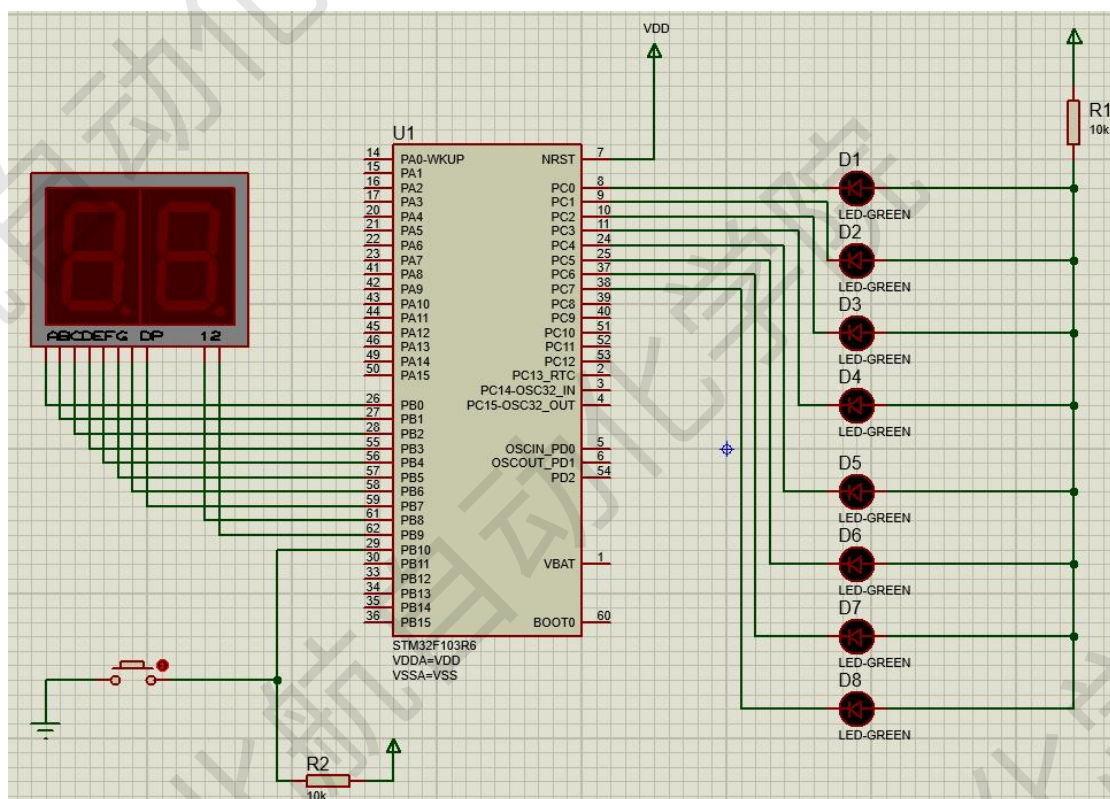

图 4.13.1 电路原理图
1. 在 Proteus 软件中实现图 4.13.1 中所示的电路原理图。元器件列表如下所示。